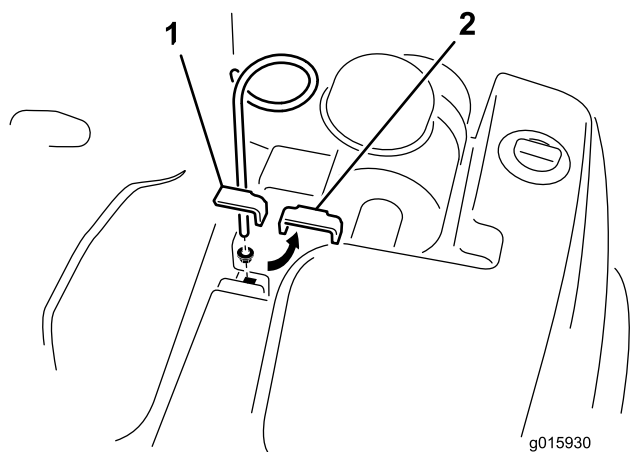

Figura 13
1. Retire o parafuso, anilha e porca que prende o grampo superior do depósito hidráulico à estrutura (Figura 13). Retire e deite fora o grampo, parafuso, anilha e porca.
2. Instale o guia de tubos com a porca flangeada fornecida. Posicione o guia de tubos como se mostra em Figura 13).